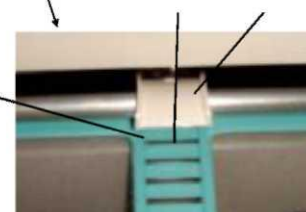

Рис. 7
4. Удостоверьтесь в том, что нижняя часть переднего воздушного фильтра правильно расположена в отделении для фильтра, а верхняя его часть закреплена между роликом и направляющей, как показано на рис. 7.